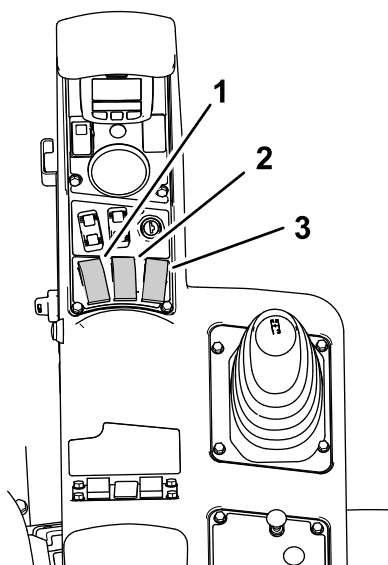
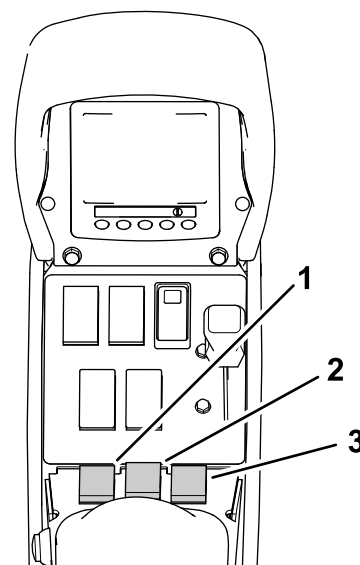

Bild 64
Bild 65
1. Stellen Sie die drei Abschnittsschalter (an der Steuerkonsole der Maschine) in die EIN-Stellung (Bild 64 und Bild 65).